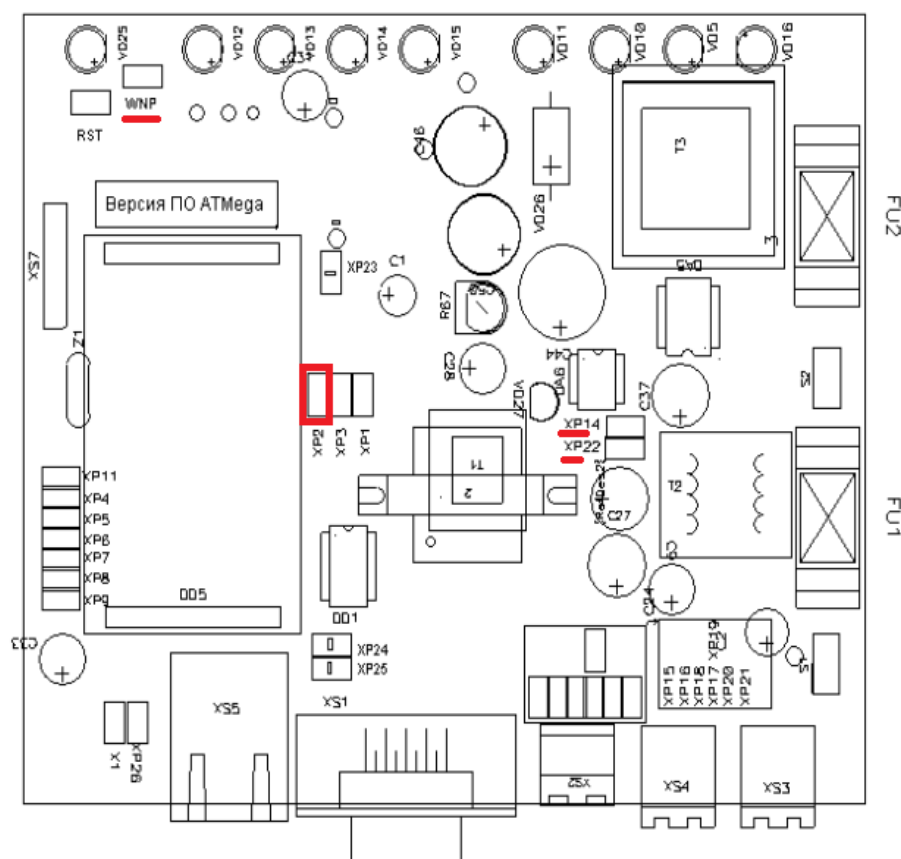

Рис. 14: Установка перемычек
- Находим коммуникатор и нажать «Прочитать из устройства(F3)» (если параметры коммуникатора неизвестны, то необходимо вернуть их к заводским настройкам установив переключку **WNP** (рис. 14) и найдя коммуникатор по адресу 10.0.0.200)
- Устанавливаем переключки XP2 / XP14 / XP22 (рис. 14). Другие переключки должны быть разомкнуты;